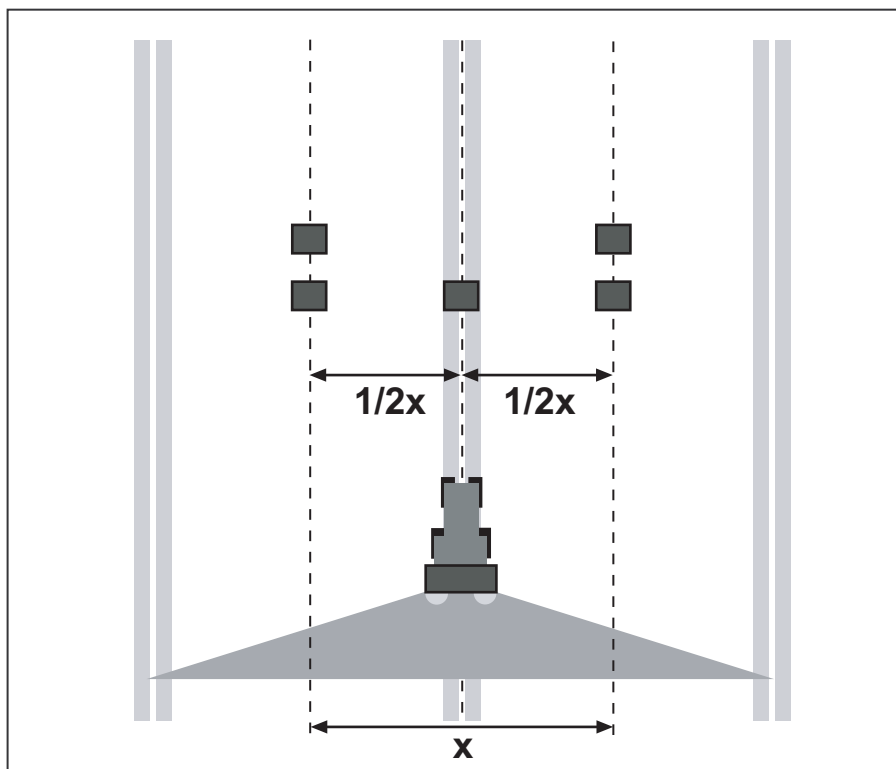

図 7.23: 1回走行の配置
- 図のように2つのトレーをオーバーラップゾーン（行路の間）に一列に置き（1 m 間隔）、1つを進路に配置します（図 7.23 を参照）。